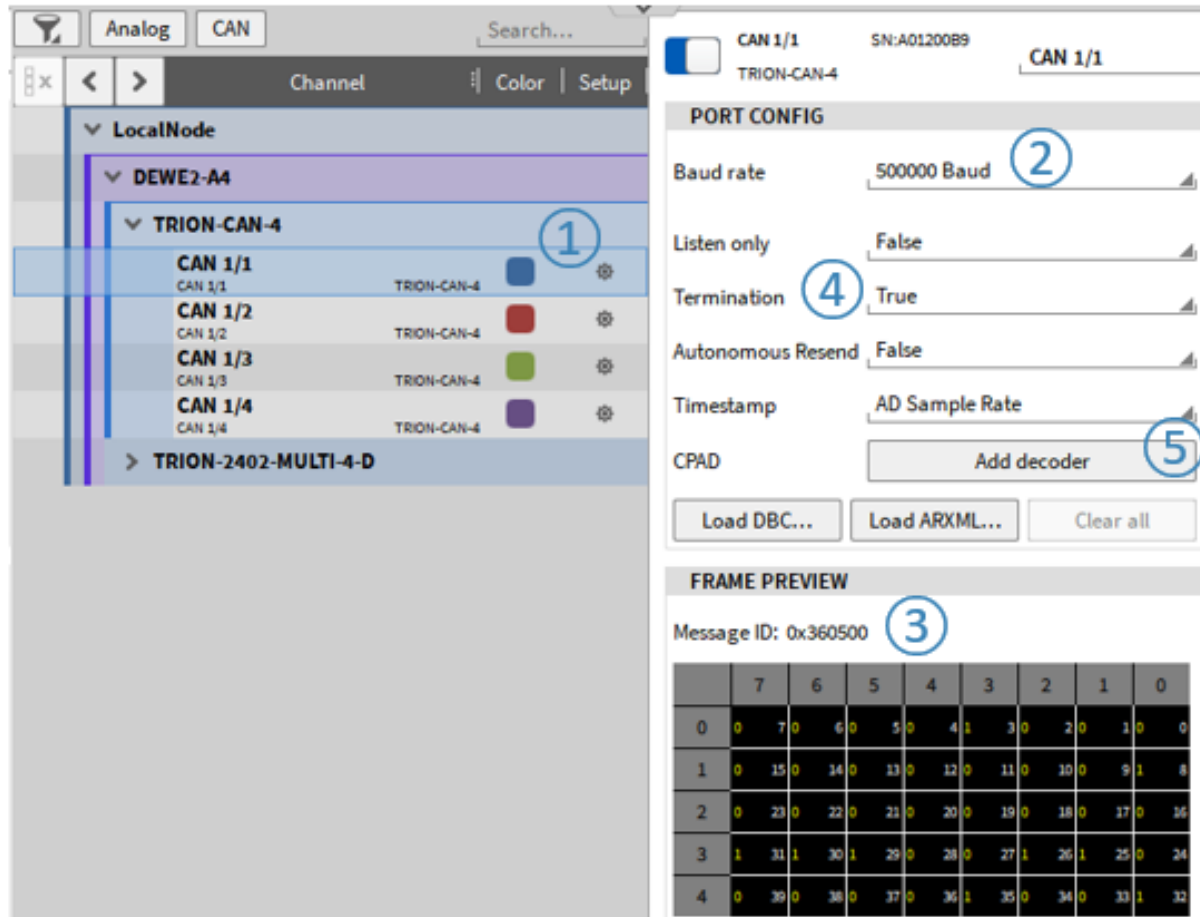
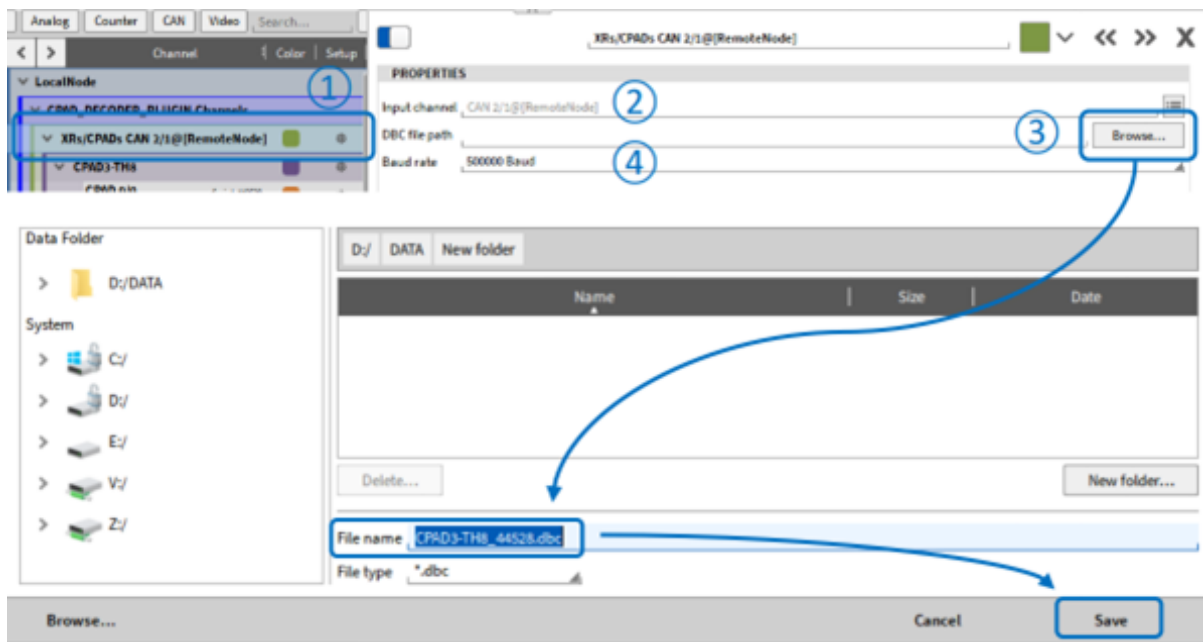

Abb. 4.32: Hinzufügen eines CPAD-Decoders
Abb. 4.34: Einstellungen des CPAD-Decoders
- Schließen Sie das CPAD an den gewünschten CAN-Port an und öffnen Sie seine Kanaleinstellungen in der Kanalliste (siehe ① in Abb. 4.32).
- Wählen Sie die Baud-Rate des CPAD (siehe ② in Abb. 4.32)
- Wenn Sie nicht wissen, welche Baud-Rate bei einem CPAD eingestellt ist ändern Sie Port-Baudrate, bis die Frame-Vorschau wechselnde IDs und Frames zeigt (siehe ③ in Abb. 4.32)
- Stellen Sie sicher, dass der CAN-Bus mit einem 120 Ohm-Widerstand terminiert ist oder stellen Sie die interne Terminierung auf *True* (siehe ④ in Abb. 4.32)
- Wenn die Baud-Rate richtig eingestellt ist, drücken Sie *Decoder hinzufügen* (siehe ⑤ in Abb. 4.32)
Nach dem Erstellen des CPAD-Decoders finden sich die erkannten CPADs und deren Kanäle in der Kanal-liste (siehe ① in Abb. 4.34). Auf Wunsch kann der zugewiesene CAN-Port durch Auswahl eines anderen CAN-Ports in ② in Abb. 4.34 geändert werden.
Auch hier kann die Modulbaudrate (siehe ④ in Abb. 4.34) sowie das Festlegen auf gleichmäßige Zeitstempel durch „Synchronous output channels“ ⑥ geändert werden. Achten Sie darauf, auch die CAN-Bus-Baudrate zu ändern (② in Abb. 4.32), um Daten ordnungsgemäß zu empfangen und dekodieren.
Zusätzlich kann hier die Konfiguration des CPAD / XR als \*.dbc-Datei gespeichert werden (siehe ③ in Abb. 4.34).